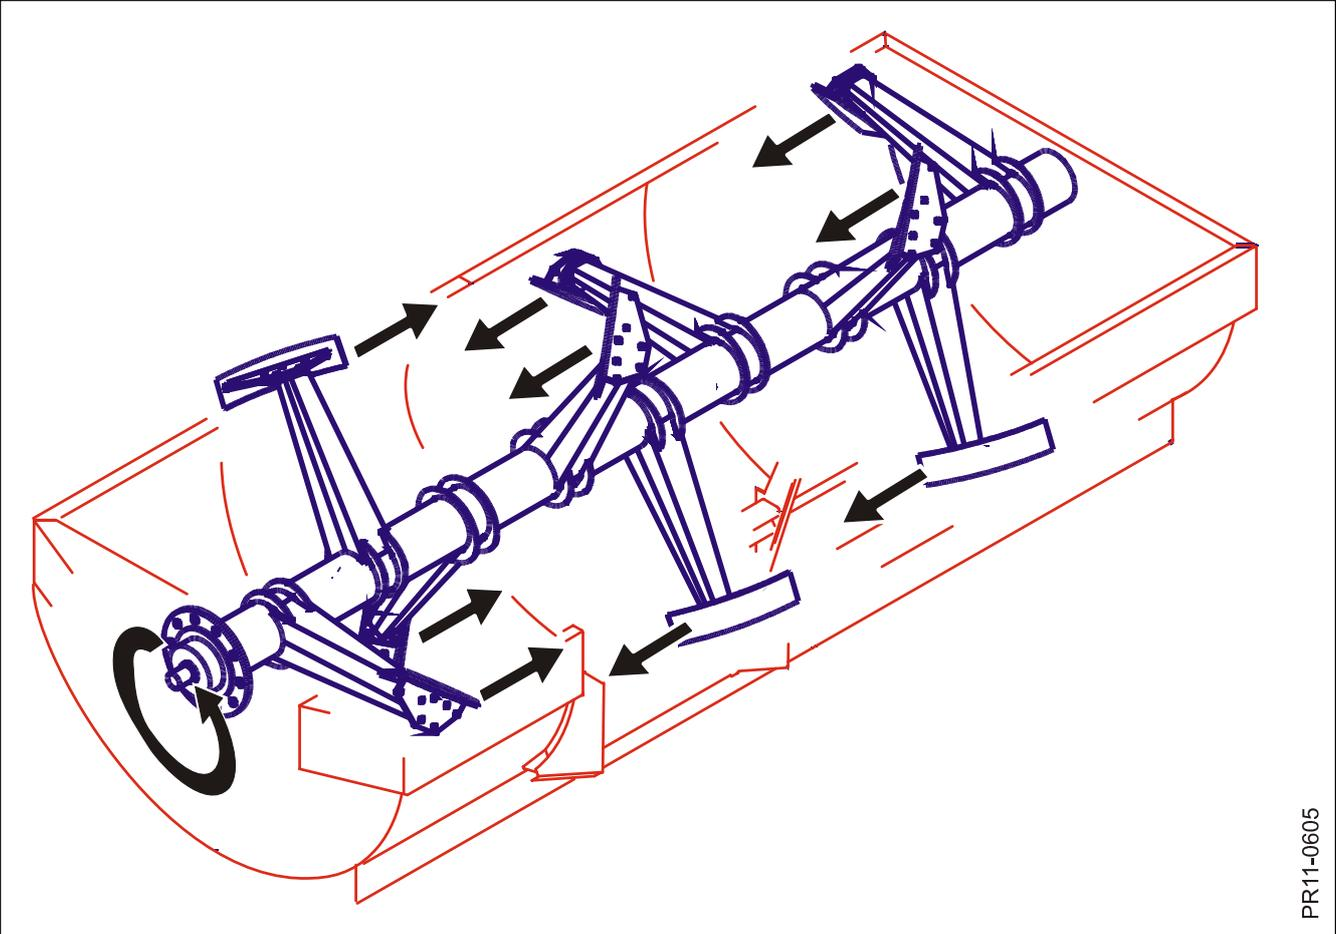

Fig. 2.1
**Fig. 2.1** Las paletas están colocadas en un ángulo para que el material sea llevado a lo largo del receptáculo mientras se mezcla. Esta colocación en ángulo también ayuda a llevar el forraje hacia la boca de descarga en el momento de descargar.